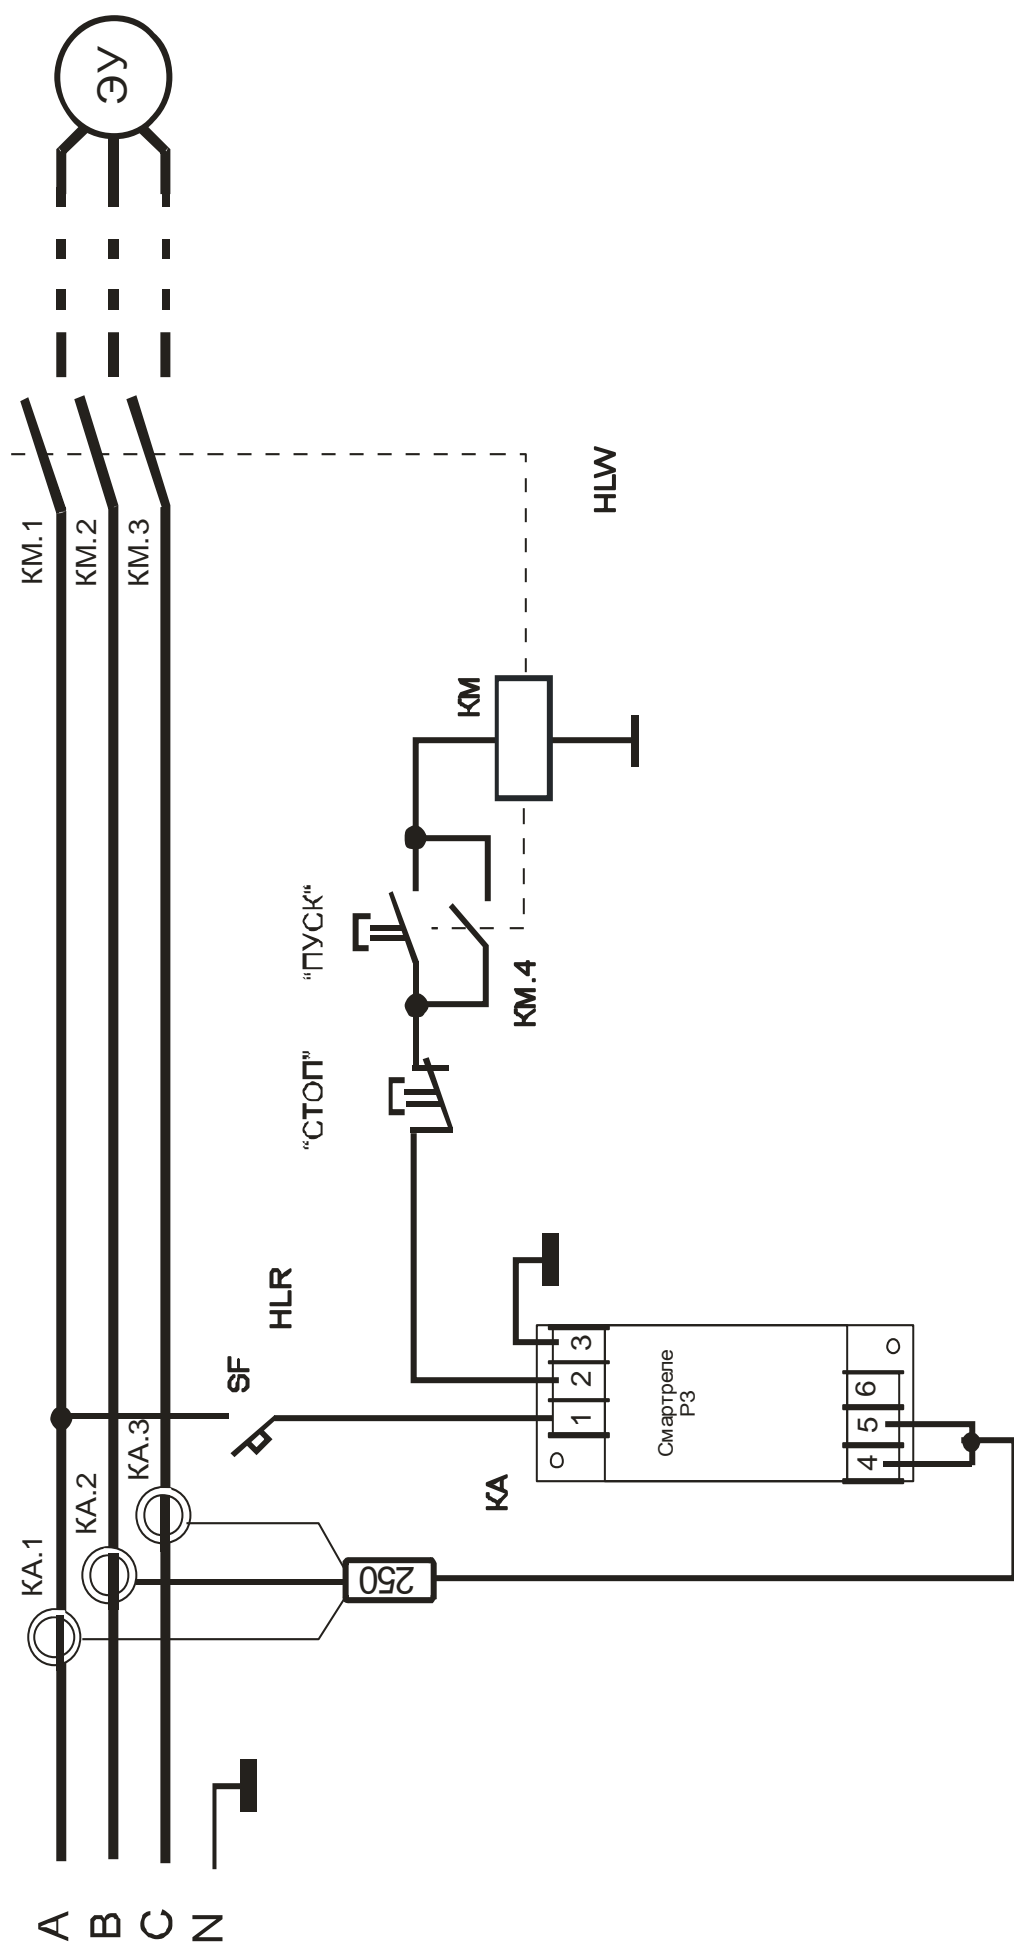

Рисунок 4 - типовая схема включения реле в систему управления электроустановки
7.2 Подключение реле производится в соответствии со схемой, приведенной на рис.4. Возможны другие варианты подключения реле.